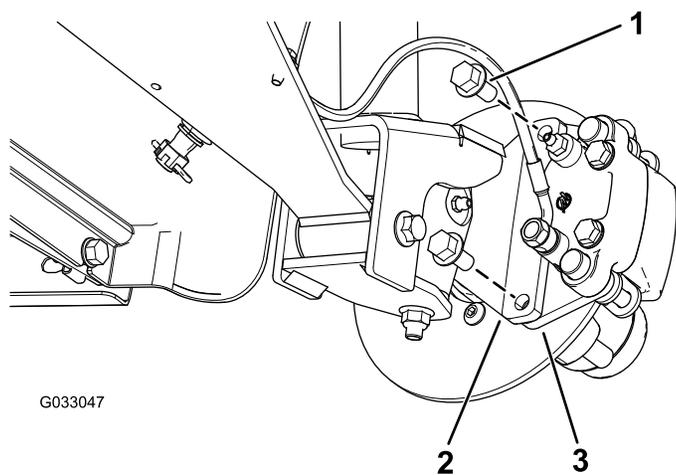
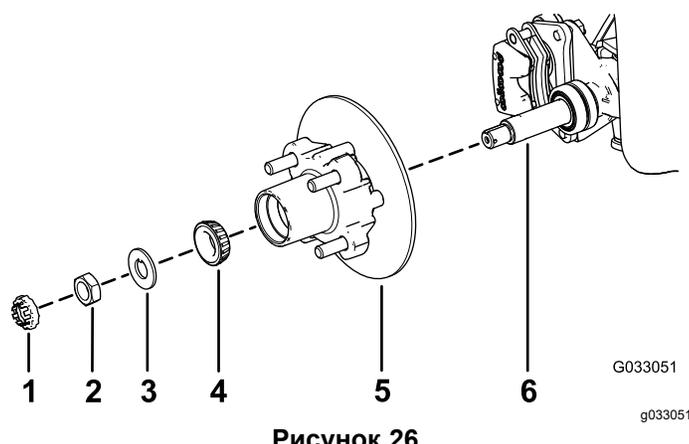

Рисунок 22
Рисунок 26
3. Выверните болты с фланцевыми головками ($\frac{3}{8} \times \frac{3}{4}$ дюйма), которые крепят кронштейн тормоза в сборе к оси, и отделите тормоз от оси (Рисунок 22).
1. Нанесите тонкий слой консистентной смазки указанного типа на ось (Рисунок 26).
2. Установите ступицу и тормозной диск на ось так, чтобы тормозной диск был внутри (Рисунок 26).
3. Установите наружный подшипник на ось и в наружное кольцо (Рисунок 26).
4. Установите стопорную шайбу на ось (Рисунок 26).
поворачивая ступицу так, чтобы подшипник был посажен на место (Рисунок 26).
2. Совместите тормозные колодки с обеих сторон тормозного диска (Рисунок 22) с отверстиями в кронштейне суппорта и отверстиями в креплении тормоза на цапфе (Рисунок 26).
3. Закрепите кронштейн суппорта на цапфе (Рисунок 22) с помощью 2 болтов с фланцевыми головками ($\frac{3}{8}$ x $\frac{3}{4}$ дюйма).